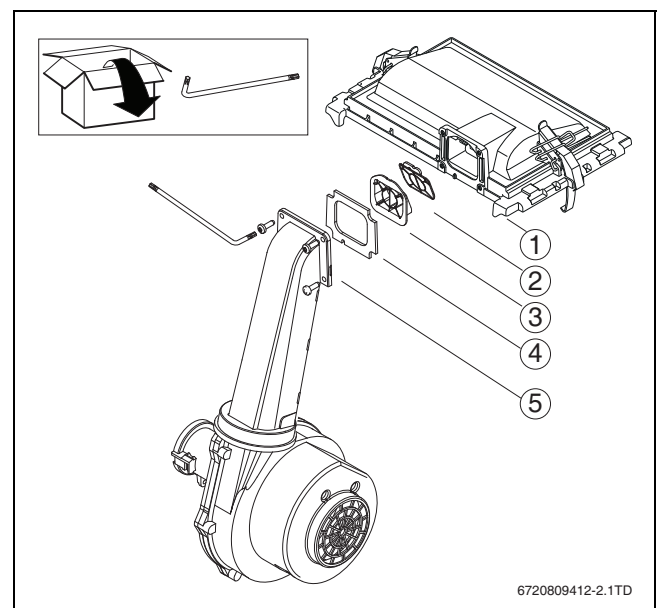

Bild 7 Brennerhaube mit Gas-/Luftteinheit
- ▶ Neues Ventil (→ Bild 7, [2]) in der neuen Brennerhaube [1] einsetzen.
- ▶ Neues Ventilgehäuse (→ Bild 7, [3]) in der neuen Brennerhaube einsetzen.
- ▶ Neue Dichtung (→ Bild 7, [4]) in der Brennerhaube einsetzen.
- ▶ Gas-Luft-Einheit (→ Bild 7, [5]) auf die Brennerhaube (→ Bild 7, [1]) schrauben.